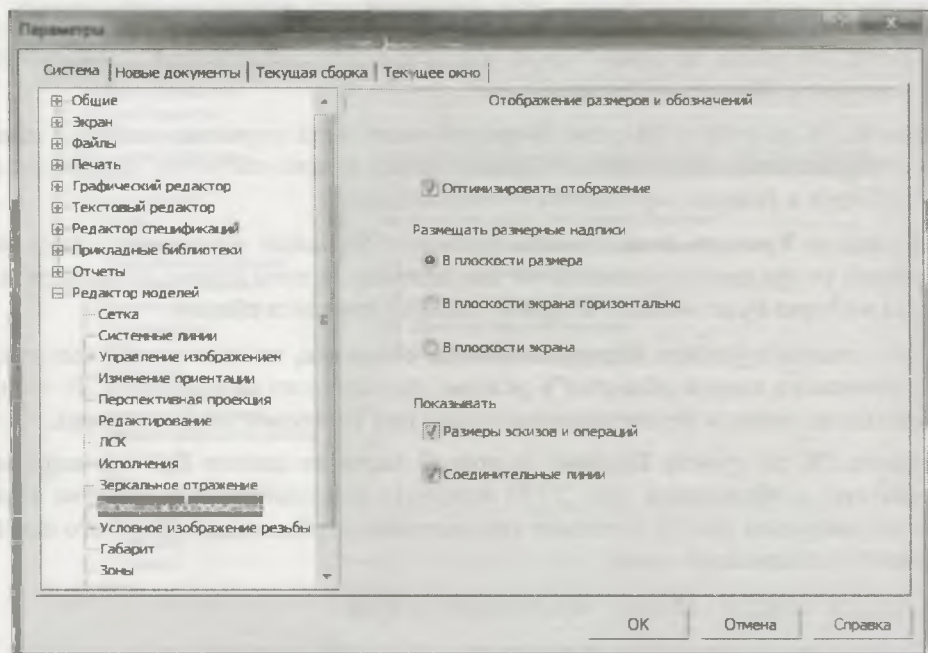

Рис. 27.5. Диалоговое окно Параметры с открытой панелью Отображение размеров и обозначений
- ◆ щелкните ЛК мыши по пункту Размеры и обозначения — в правой части откроется панель Отображение размеров и обозначений (рис. 27.5), на которой настраивается отображение размеров и обозначений в модели. По умолчанию "флажки" стоят, с точки зрения автора, оптимально;